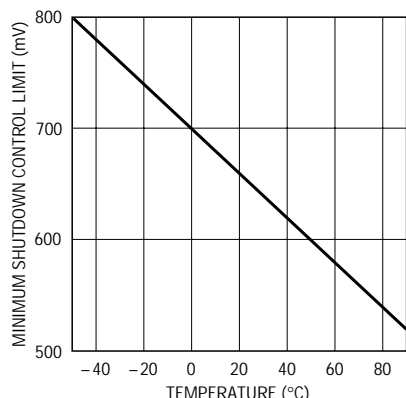

図4 最小シャットダウン制御限界と温度
LT1680のシャットダウン時には、RUN/SHDNピンの電圧が、最低25 $\mu$ sの間は、シャットダウン・スレッシュホールド(~1.13V)と最小シャットダウン制御限界電圧(図4参照)の間になければなりません。デジタル入力または高速移動クランプを使用する場合は、シャットダウン制御電圧を最小値以上にするか、単純な積分器を使って入力信号の立下り時間を増やすことによって達成できます。単一ポール積分器段は、 $\geq (7)(10^{-5})$ でなければなりません。